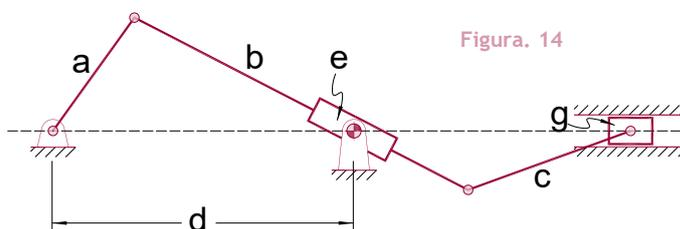

Figura. 14
14. O mecanismo da **figura 14**, tem a barra **e** como principal, esta formando também um par prismático com a parte central da barra **b**. Para esta situação determine os coeficientes de velocidade e aceleração da barra **g**.